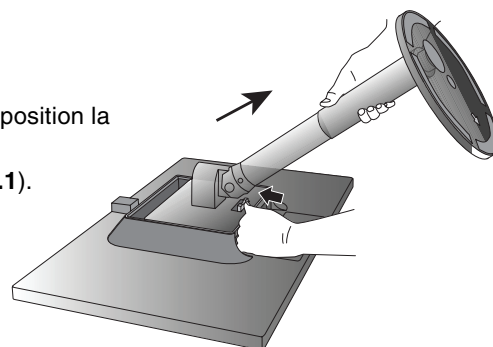

Figure S.1
3. Placez le moniteur face vers le bas sur une surface non abrasive (**Figure S.1**).
4. Placez une main autour du socle et l'autre sur le bouton de dégagement rapide. Appuyez sur le bouton de dégagement rapide dans la direction indiquée par les flèches (**Figure S.1**).
5. Soulevez le support pour ouvrir le crochet supérieur et retirez-le (**Figure S.1**).